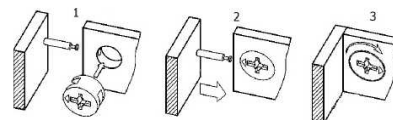

Рис. 4 - Соединение эксцентриковой стяжкой
- Соедините щиты жесткости (9) и бруски жесткости (11) с перегородками (12) завернув эксцентрики (Рис.4).
- К перегородкам (6) присоедините щиты жесткости (8,9) на шканты, завернув эксцентрики (Рис.4).
- К нижнему щиту (2), крышке (5), щитам жесткости (8), бруску жесткости (11) присоедините боковые стенки (3,4) на шканты, завернув эксцентрики (Рис.4).
- К перегородкам (6) присоедините фасадный брусок (14), завернув эксцентрики (Рис.4).
2.3 Соберите центральную часть обвязки основания при помощи шкантов 10x50 мм, вставив затем во внешнюю часть обвязки, потом прикрутите собранную обвязку основания (1) при помощи шурупов-саморезов 3,5x55 к нижнему щиту (2), сцентрировав её, отступив от задней кромки щита 30мм.